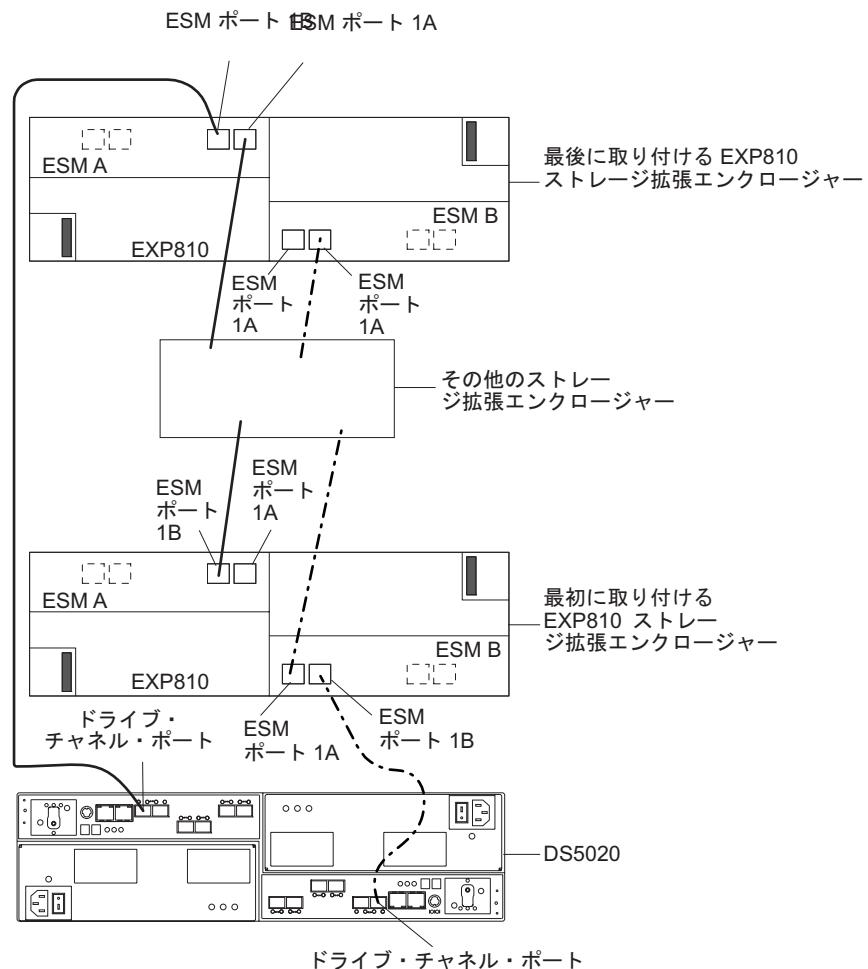

図 45. 1B とラベルされた EXP810 ESM ポートに接続された DS5020 ドライブ・ポート
10. DS5020 ストレージ・サブシステム・コントローラー・ドライブ・ポートは、常に、DS5020 ストレージ・サブシステムに接続された冗長ドライブ・チャネルループのペアにある EXP810 の左右両方の ESM で 1B とラベルが貼られたポートに接続する必要があります。図 45 に、ポートの位置が示されています。